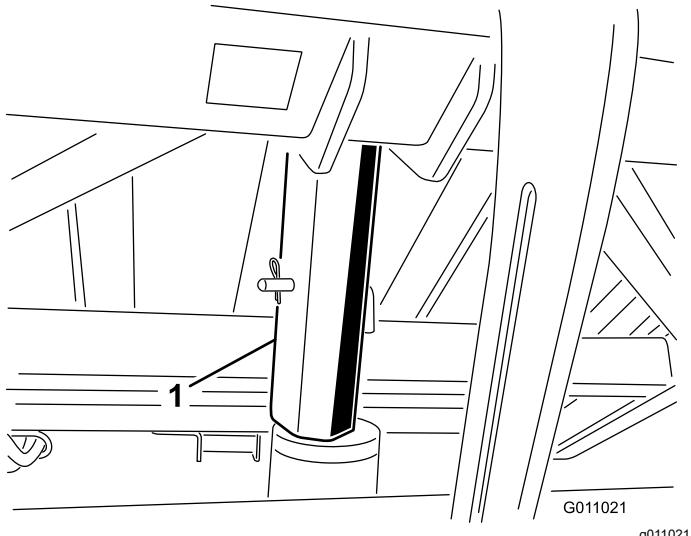

Figure 27
- Insérez le support de sécurité de la trémie sur la tige du vérin, en prenant soin d'appuyer l'extrémité du support contre le corps du vérin et l'extrémité de la tige du vérin (Figure 27).